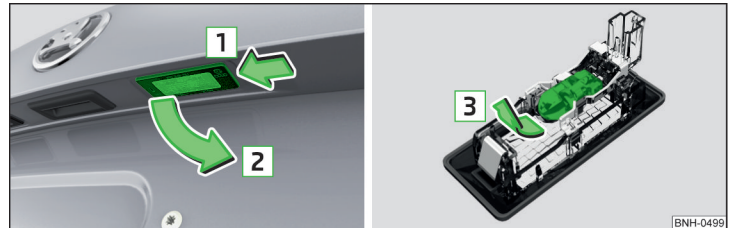

Abb. 194 Kennzeichenleuchte ausbauen / Glühlampe wechseln
- › Die Leuchte in Pfeilrichtung **1** » Abb. 194 eindrücken.